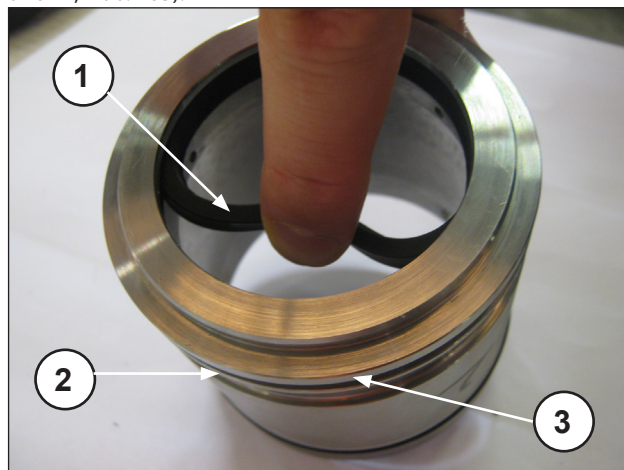

Abb. 165
Setzen Sie die ND-Dichtung in den Halter der Stopfbuchse ein (Pos. ①, Abb. 165) und achten Sie hierbei auf die Einbauart mit nach vorn gerichteter Dichtlippe (zum Kopf hin), den O-Ring und den Stützring mit O-Ring (Pos. ② und ③, Abb. 165).